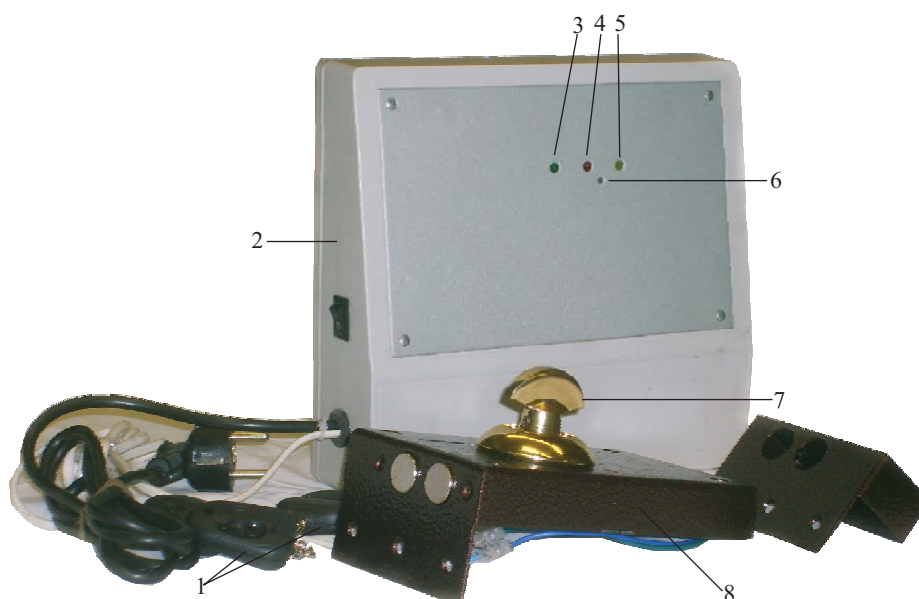
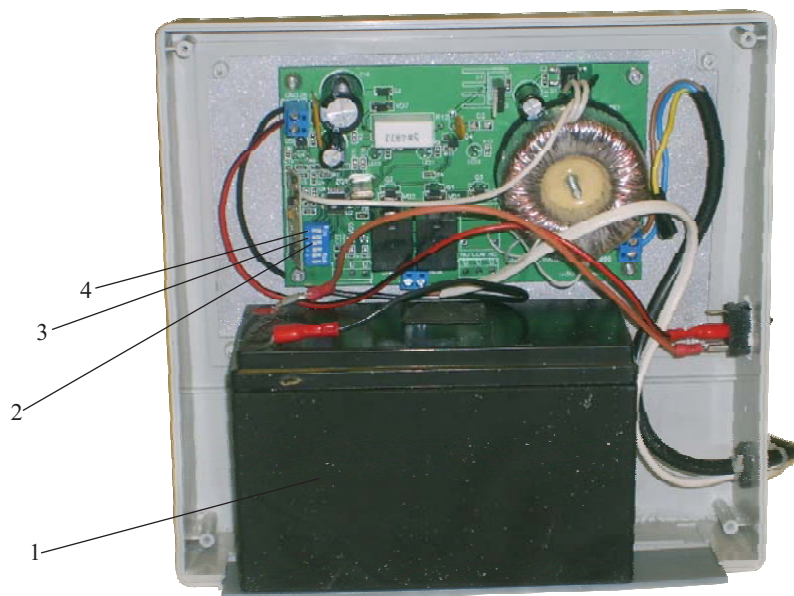

рис. 1
рис. 2
2. Блока управления (поз. 2, рис. 1).
3. Ключей-брелков (поз. 1, рис. 1).
представляет собой запорное устройство с электроприводом. В корпусе замка предусмотрена возможность установки ручки (поз. 7, рис. 1) для открывания (закрывания) с внутренней стороны двери.
содержит радиоприёмное устройство с микропроцессорной обработкой сигнала, расположенное на внутренней стороне лицевой панели блока управления, устройство заряда аккумуляторной батареи и аккумулятор (поз. 1, рис. 2). На лицевой панели корпуса находятся светодиоды (поз. 3-5, рис. 1), отображающие режим работы блока и скрытая кнопка (поз. 6, рис. 1) для самостоятельного подключения-отключения ключей-брелков владельцем замка. Блок подключается к сети переменного тока 220 В с помощью стандартной вилки. При наличии напряжения в сети горит зеленый (левый - поз. 3, рис. 1) светодиод. Электрическая защита блока обеспечивается специальными радиокомпонентами, самовосстанавливающимися предохранителями, не требующими вскрытия крышки блока.
**Работа при допустимом разряде аккумулятора.** Если в режиме автономной работы напряжение на аккумуляторе находится в пределах допустимого значения (заряд аккумулятора составляет более 50% от своей ёмкости), то режим работы электронного блока не отличается от режима нормальной работы, при котором сетевое напряжение присутствует. Правый желтый светодиод (поз. 5, рис. 1) отражает текущее состояние замка: медленно мигает – закрыт, быстро мигает – открыт.
**Работа в режиме сильного разряда аккумулятора.** Если заряд аккумулятора составляет ниже 50% от своей ёмкости, то начинает мигать красный (средний поз. 4, рис. 1) светодиод. При этом изменяется алгоритм работы замка. Блок прекращает выполнять автоматическое закрытие двери, если такая опция включена.
Для программирования необходимо тонким предметом (например - стержнем авторучки) через отверстие на лицевой стороне электронного блока (поз. 6, рис. 1) нажать скрытую кнопку. При этом загорится красный светодиод – вход в режим программирования.
С помощью внутренних ДИП-переключателей (см. поз 2-4, рис. 2) можно изменить алгоритм работы замка. Доступ к переключателям осуществляется через отверстие в задней стенке корпуса блока управления.
Первый (верхний поз. 4, рис. 2) переключатель включает/выключает режим автоматического закрывания замка через 30 сек. после его открывания.
Второй переключатель (поз. 3, рис. 2) включает/выключает режим автоматического открывания замка при критическом разряде аккумулятора.
Третий переключатель (поз. 2, рис. 2) включает/выключает управление дополнительным реле (если такое установлено). При включенном переключателе при поступлении команды на открытие двери, вместе с открытием двери включается еще и дополнительное реле на одну минуту. Его можно использовать для включения, например, света в коридоре. Эта функция работает только при наличии напряжения питания ~220V.